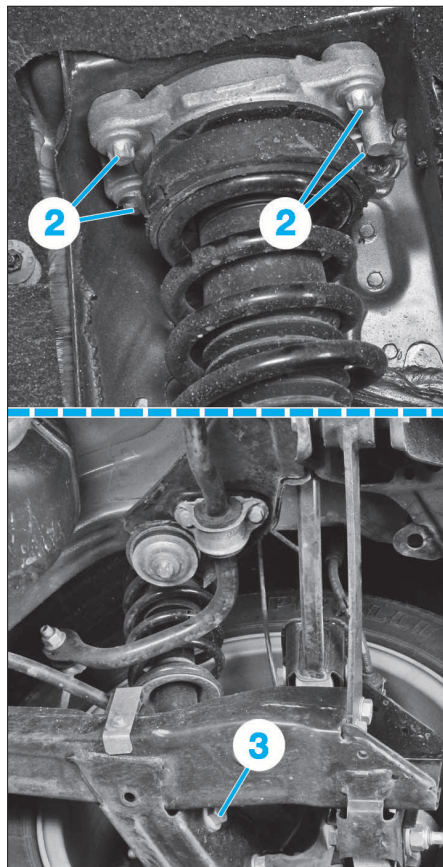

FIG. 16
- Sous le véhicule, déposer les vis (2 et 3) puis déposer l'élément de suspension (Fig.16).
- déposer la fixation inférieure (3) de l'élément de suspension (Fig.16)